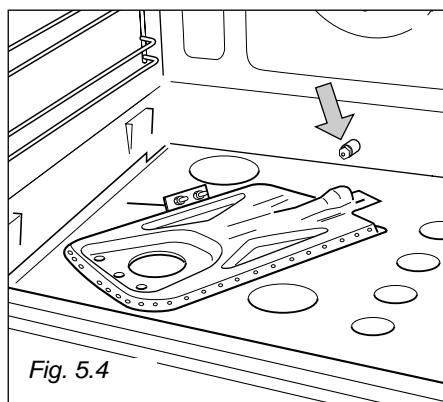

Fig. 5.4
- Enlever le brûleur en procédant comme illustré sur la figure 5.4 et le déposer à l'intérieur du four sans le retirer complètement. Faire particulièrement attention à ne pas endommager le câble de la bougie d'allumage électrique et le bulbe de la vanne de sécurité.
- Avec une clé de 7, remplacer l'injecteur (indiqué par flèche - fig. 5.4) suivant le tableau des injecteurs et remonter le brûleur en procédant à l'inverse.